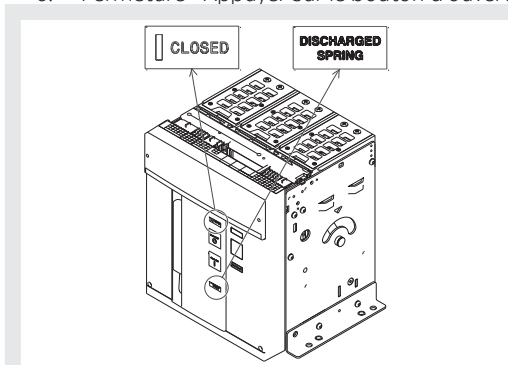

Figure 29
5. Contrôler que le disjoncteur soit fermé (indicateur ouvert/fermé "I - CLOSED"), et contrôler que les ressorts sont débandés (indicateur ressorts "blanc - DISCHARGED SPRING") comme indiqué dans la Figure 29.